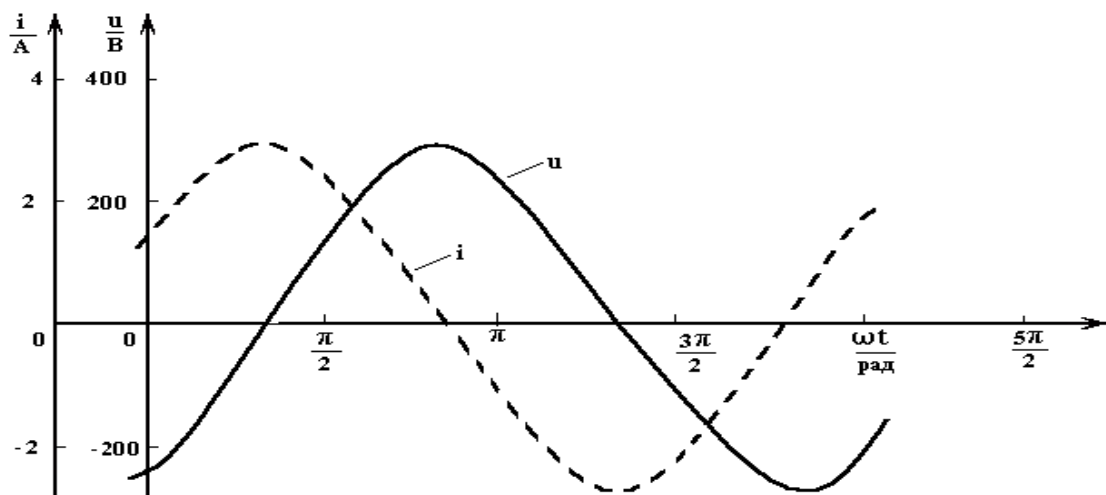

Рисунок 2.8
7. Строим временные диаграммы тока и напряжения (рисунок 2.8)